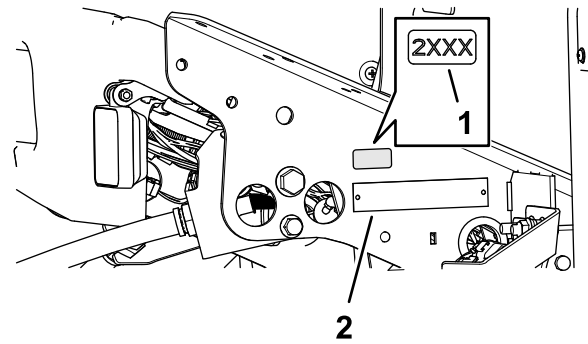

Figura 39
1. Utilice alcohol y un trapo limpio para limpiar la zona del soporte del suelo junto a la placa del número de serie, y deje que el soporte se seque (Figura 39).